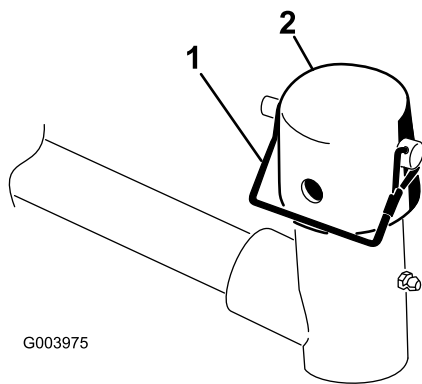

図 9
7. 昇降アームのピボットヨークからスナッパピンとキャップを外す 図 9。
注 カッティングユニットをステアリングモードで使う場合はスロットを使い、固定モードで使用する場合には、穴を使う 図 9。